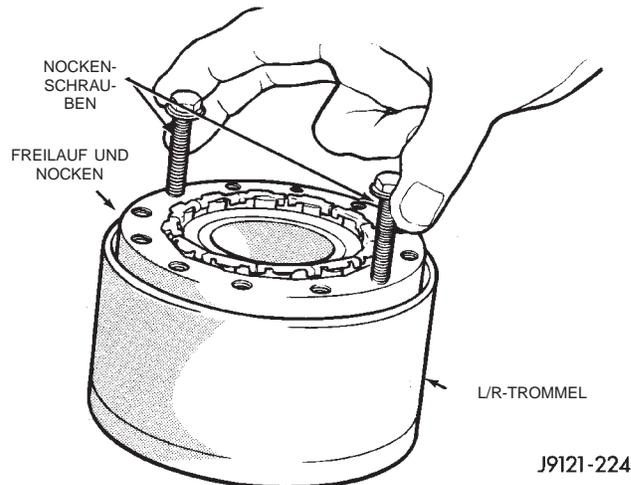

Abb. 111 Abbauen des Freilaufs von der L/R-Trommel
(1) Wenn der Freilauf zusammen mit der L/R-Trommel herausgenommen wurde, zwei Freilaufnockenschrauben in den Nocken eindrehen. Dann den Nocken an den Schrauben aus der Trommel herausziehen (Abb. 111). Nocken zum leichteren Ausbau ggf. hin und her drehen.
(2) Rollen/Feder-Baugruppe vom Lauftring trennen.